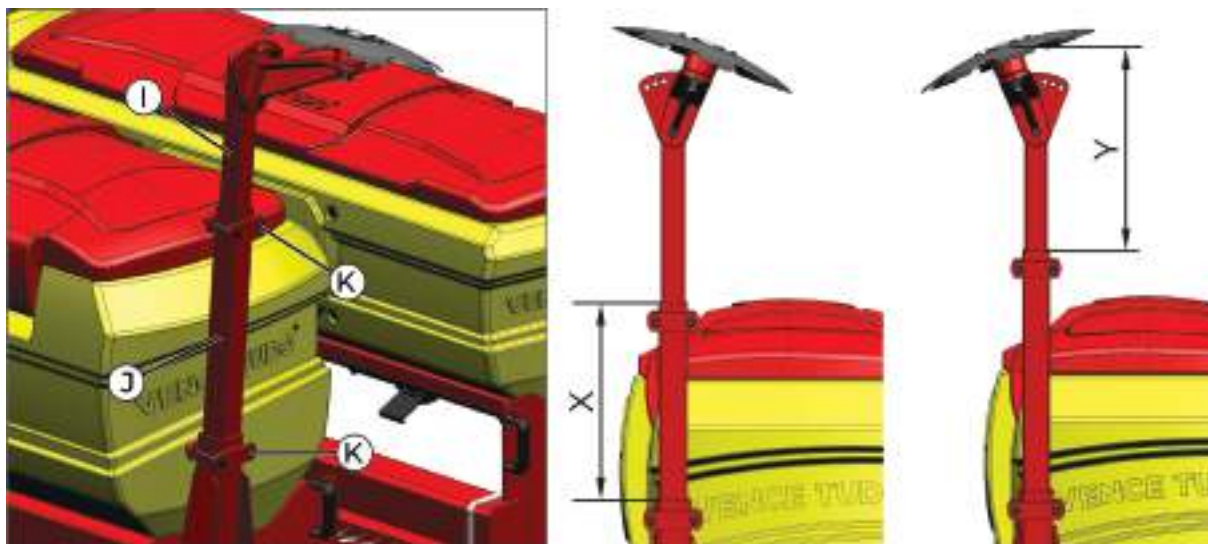

fig. 135
O alcance do disco marcador (*fig. 135*) com a regulagem na abertura do braço superior (I) e inferior (J). Afrouxe os parafusos (K) e desloque o braço para a abertura desejada, tanto inferior (X) como superior (Y), determinada pelo cálculo de marcação.